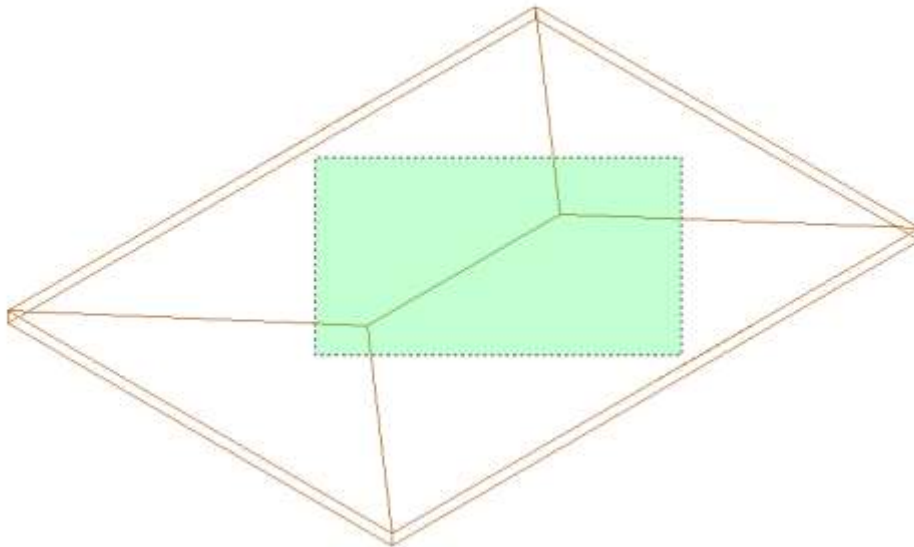

Рис. 26
6. С помощью команды *Растянуть*  панели Редактирование, используя секущую рамку справа налево, выделите область, как показано на Рис. 26: